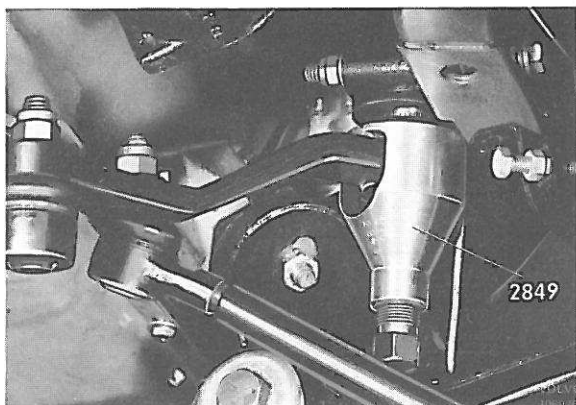

Figure 56. Démontage de la biellette pendante
2. Enlever le contre-écrou de la biellette pendante. Démontez la biellette pendante avec l'extracteur 2849. Lors du montage de l'extracteur, tourner les roues entièrement vers la droite, figure 56.